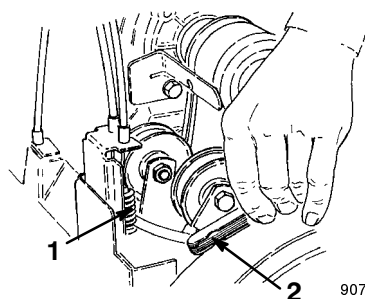

Figure 29
4. Maintenez le levier et insérez une jauge d'épaisseur de 0,25 mm entre un enroulement au centre du ressort (Fig. 29).